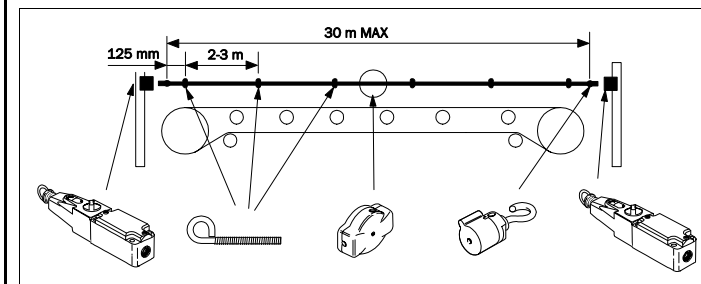

Fig. 2: montaggio della fune di azionamento
- La prima e l'ultima vite a occhiello vanno fissate a 125 mm di distanza dall'interruttore a fune o dalla molla di trazione (vedere Fig. 2). Tutte le altre viti a occhiello vengono collocate con una distanza da 2 a 3 m.